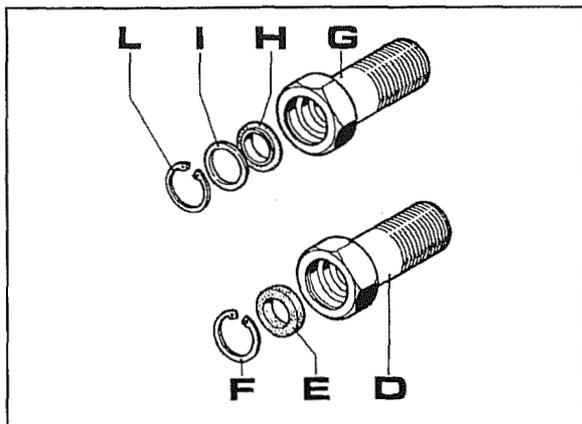

Abb. 5
6. Handelt es sich bei dem Dichtungsring **H** um einen Ring vom Typ Kombi, wie in der Abb. 5 dargestellt, den Ring durch einen neuen ersetzen. Ist es dagegen ein traditioneller Öldichtungsring **E**, wie in Abb.5 dargestellt, muß die Dichtwirkung verbessert werden, indem man die Teile **D-E-F** durch die Teile **G-H-I-L** ersetzt.